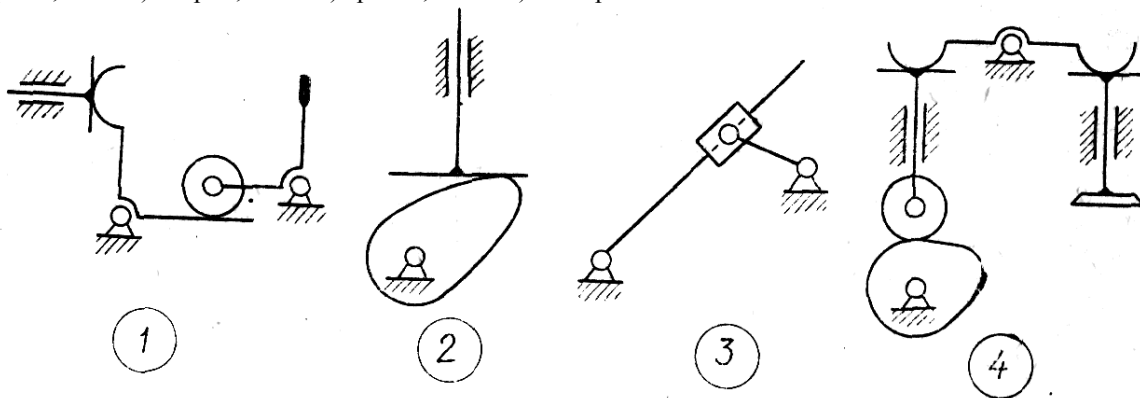

Рис. 1.12.
56. Какой из четырех механизмов (рис. 1.12) содержит одну кинематическую пару 2-го рода?
57. Какой из четырех механизмов (рис. 1.12) содержит две кинематические пары 2-го рода?
58. Какой из четырех механизмов (рис. 1.12) содержит три кинематические пары 2-го рода?